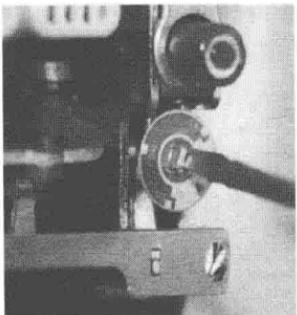

图 1-5 调节整定电流
① 热脱扣器的整定电流要与所控制负载的额定电流不一致，否则，应进行人工调节，如图 1-5 所示。
② 电磁脱扣器的瞬时整定电流应大于负载电路正常工作时的工作电流。对于电动机来说，瞬时整定电流一般取大于等于 1.7 倍的电动机启动电流。